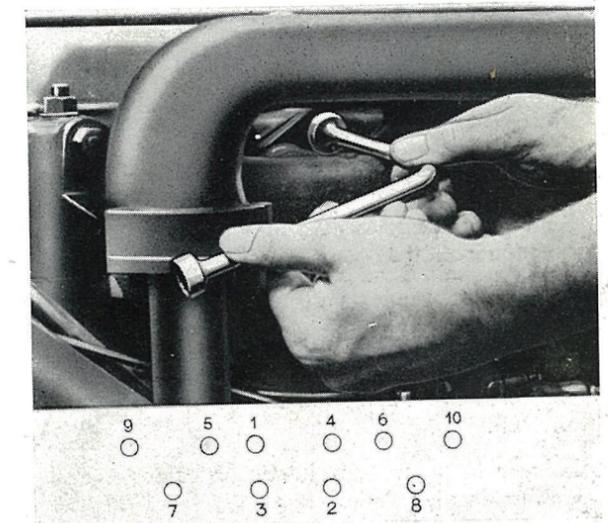

FIG. 16
1. Remonter le collecteur après avoir changé son joint si nécessaire. Serrer les écrous de fixation dans l'ordre indiqué à la figure 16.